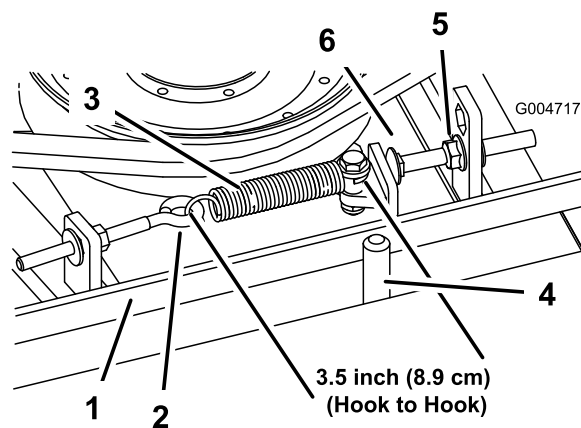

Bild 99
Bei richtiger Spannung sollte die Messung innen an der Verlängerungsfeder (Haken zu Haken) ungefähr $8,3 \text{ cm} \pm 9,5 \text{ cm}$ betragen. Wenn die Federspannung richtig ist, stellen Sie die Anschlagsschraube (Schlossschraube) ein, bis der Abstand zwischen dem Schraubenkopf und dem Spannarm ungefähr 2-55 mm beträgt (Bild 99).
Hinweis: Achten Sie darauf, dass der Riemen auf der Federseite der Riemenführung positioniert ist (Bild 99).
2. Lösen Sie den Augenbolzen, um die Verlängerungsfeder abzunehmen (Bild 99).
3. Lösen Sie die Bundmutter, mit der die Anschlagschraube an der Befestigungsnase befestigt ist, und schieben Sie die Spannscheibe vom Riemen weg, um die Riemen Spannung zu lösen (Bild 99).
9. Setzen Sie die Verlängerungsfeder (Bild 99) wieder in den Augenbolzen ein und spannen Sie den Riemen wie folgt: